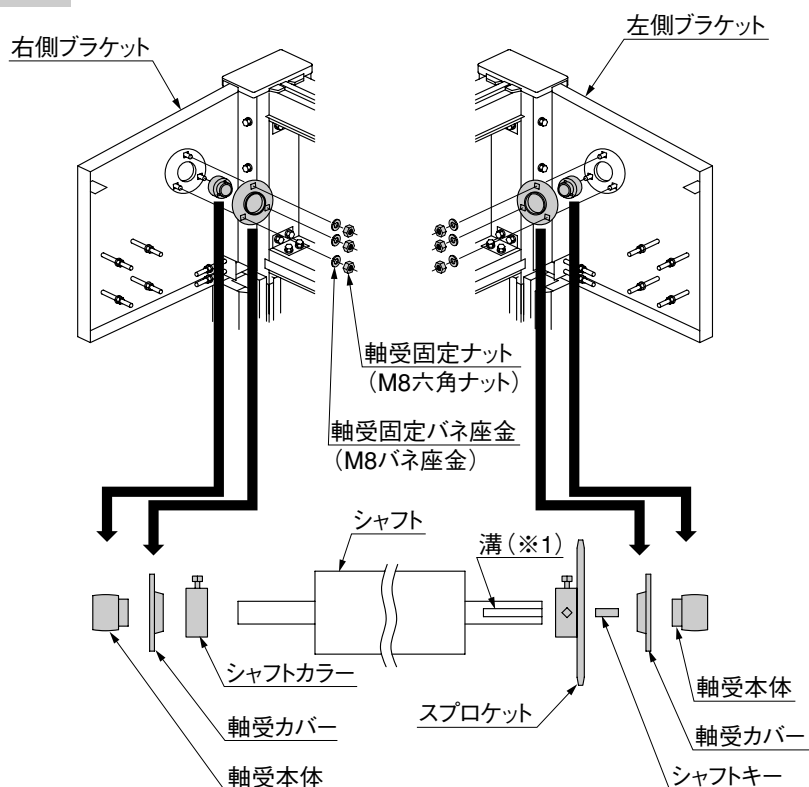

図2-1
- スプロケットの取付け方向が図2-1のようになっているか確認してください。
- ② シャフトカラーをシャフトの溝のないほうの軸に取付けてください。
- ③ ブラケットの「軸受固定ナット」、「軸受固定バネ座金」を外し、軸受カバーと軸受本体を取外して、シャフトの軸に組付けてください。
- 軸受カバーと軸受本体の取付け方向が図2-1のようになっているか確認してください。